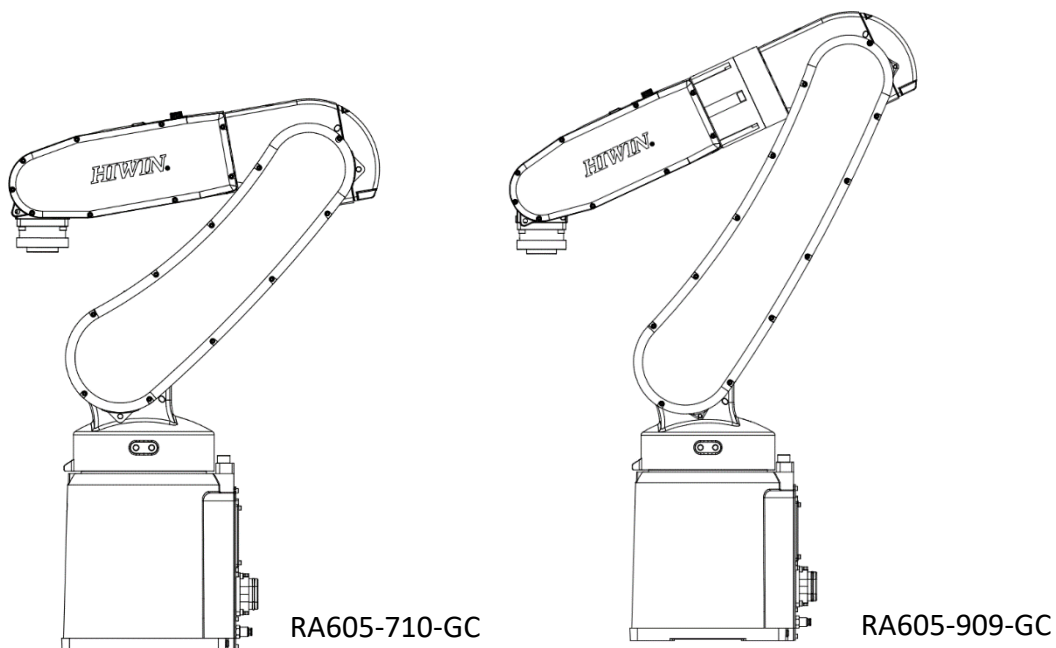

図 1-1 運搬姿勢
- Step1. 関節モードを使用してアームを運搬姿勢に動かします。運搬姿勢と角度は、図 1-1 と表 1-1 が示すとおりです。